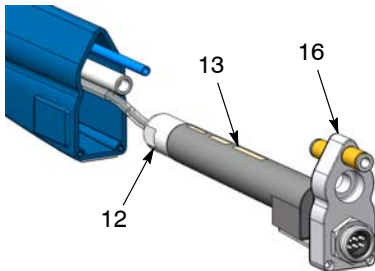

Figura 27 Extracción del multiplicador del alojamiento
2. Ver la figura 27. Extraer el dissipador de calor (16), con el multiplicador (13) conectado, del alojamiento. Seguir extrayendo hasta que se pueda coger la tuerca del multiplicador con la mano (12).